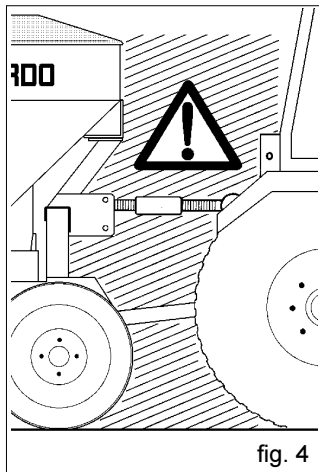

fig. 4
- 25) È assolutamente vietato interpersi fra il trattore e l'attacco per manovrare il comando dall'esterno per il sollevamento (Fig. 4).
- 26) È assolutamente vietato interpersi tra il trattore e l'attrezzatura (Fig. 4) con motore acceso e cardano inserito. È possibile interpersi solo dopo aver azionato il freno di stazionamento ed aver inserito, sotto le ruote, un ceppo o un sasso di bloccaggio di adeguate dimensioni.